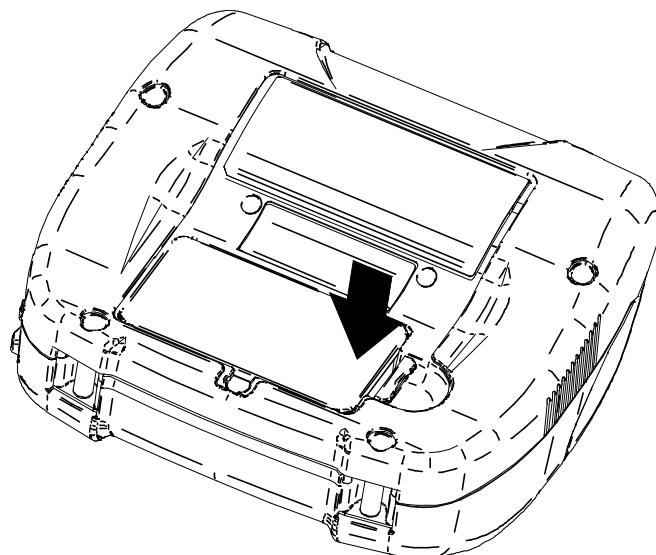

図 8-3 バッテリパックの取り付け(3)
- ③ 図 8-3の矢印の方向に、バッテリパックのツメb部がプリンタの溝B部にロックされるまでバッテリパックを押し込んでください。